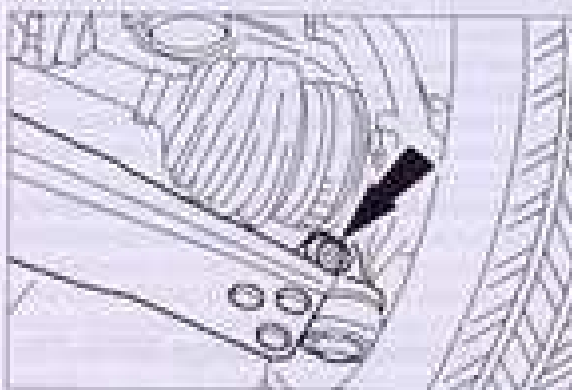

Bild 231
- Demontieren Sie jetzt auf beiden Seiten die Querlenkerlagergelenke (Pfeil, Bild 231).
- Motorlagerstütze (Pfeil) demontieren (Bild 231).